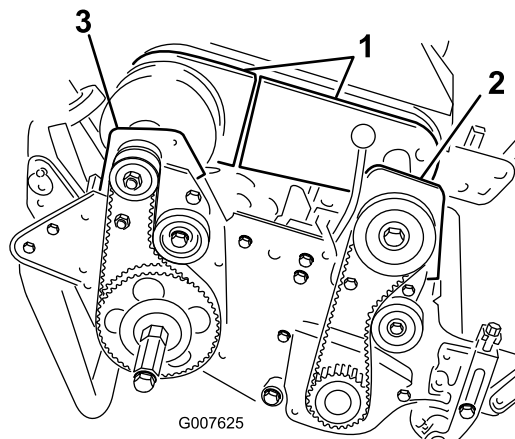

Bild 45
4. Nehmen Sie die Schrauben ab, mit denen die vorderen und hinteren Teile der Differentialabdeckung am Differentialgehäuse befestigt sind. Schieben Sie dann die Abdeckungsteile weg, um den Riemen zugänglich zu machen (Bild 45).
6. Nehmen Sie die zwei Schrauben und die Sicherungsmuttern ab, mit denen das vordere Kupplungsgehäuse an der Seitenplatte befestigt ist (Bild 45).
8. Nehmen Sie die zwei Schrauben und die Sicherungsmuttern ab, mit denen das rechte hintere Lagergehäuse an der Seitenplatte befestigt ist (Bild 45).